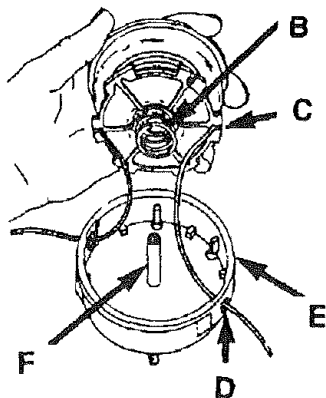

Fig. 2
3. A la hora de instalar el carrete nuevo, asegúrese de que las dos cuerdas hayan quedado enganchadas en las dos ranuras (C) simétricas más pequeñas del nuevo carrete. Haga que 6 pulgadas (15cm) de la cuerda sobresalgan de las ranuras (consulte Fig. 2).
4. Pase los extremos de las cuerdas a través de las aberturas (D) de la cabeza de la cuerda (tire ligeramente de las cuerdas hacia fuera, si fuese necesario) (E). Una vez que el carrete esté en la cabeza de la cuerda, agarre las cuerdas y tire con fuerza para sacarlas de las ranuras existentes en el carrete (consulte Fig. 2).
6. Asegúrese de que la cabeza de la cuerda y el retén del carrete hayan quedado instalados en el eje de transmisión (F). Para ello, habrá de girar el retén en el sentido de las agujas del reloj con el fin de apretarlo.